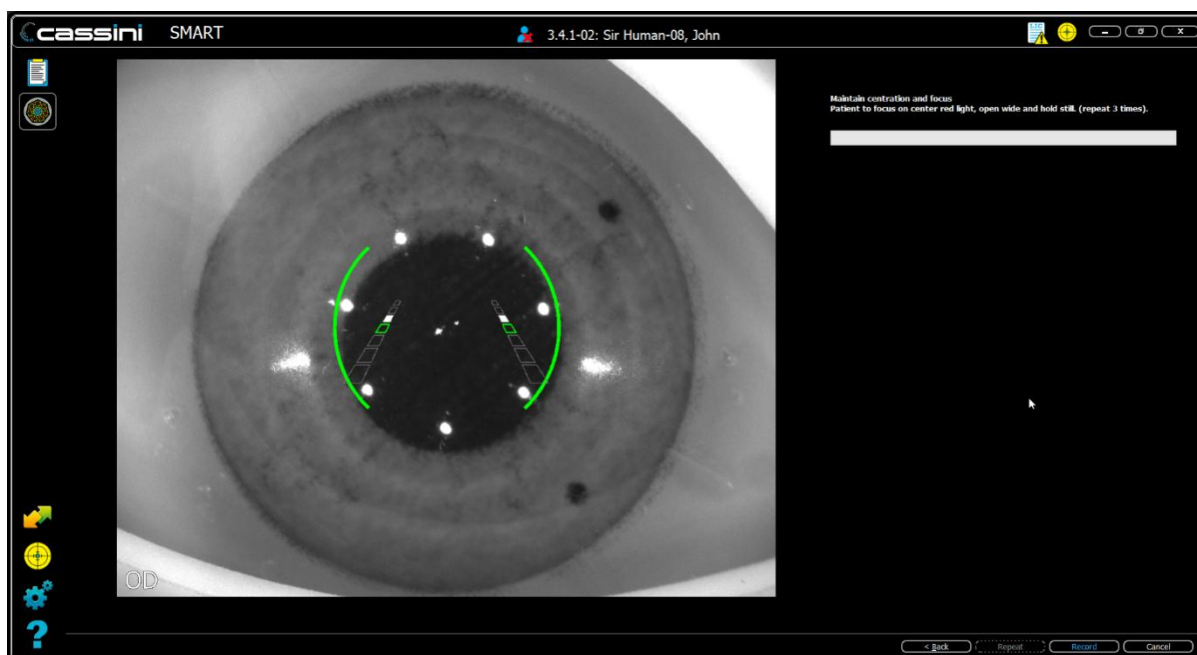

Figura 30: Los 7 LED IR blancos reflejados son visibles y no están bloqueados por la nariz o las cejas. Los rieles de enfoque deben estar verdes
1. Alinee el Cassini frente al ojo y pida al paciente que mire el objetivo de fijación rojo. La alineación es correcta si la configuración es como se muestra en Figura 30.